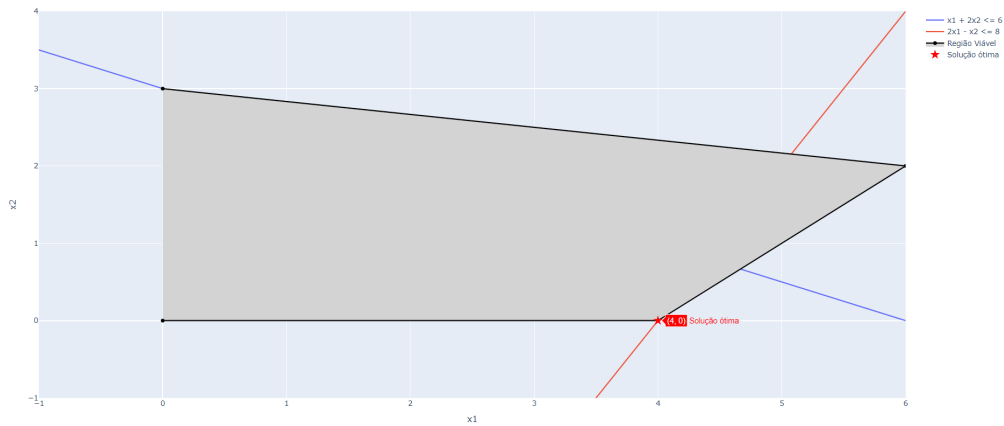

Figura 3: Plot 2D do 2º Problema
### 4.4.1 Análise do Gráfico 2D (Figura 3)
**Região Factível:** A área sombreada em cinza claro na Figura 3 representa a região factível do problema, ou seja, o conjunto de todos os pontos  $(x_1, x_2)$  que satisfazem simultaneamente todas as restrições.
A região factível, da figura 3, representada pela cor cinza claro, delimitada pelas restrições lineares, com a solução ótima destacada em vermelho.